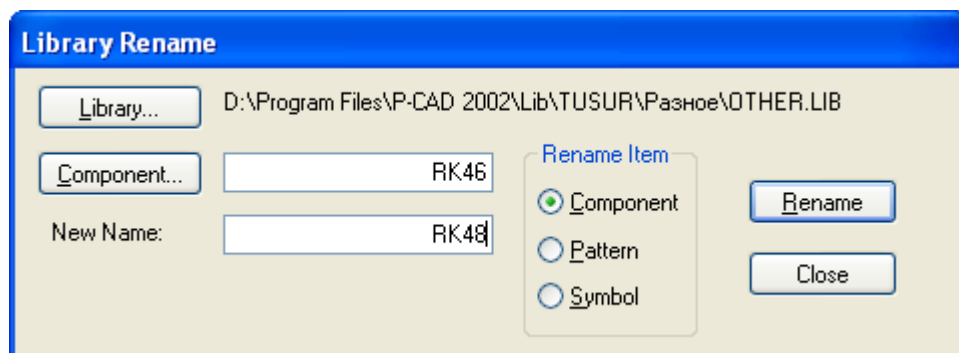

Рис. 3.16 - Диалоговое окно **Library Rename**
- 2) В появившемся диалоговом окне **Library Rename** (рис. 3.16) в рамке **Rename Item** установить с помощью флажка тип данных, которые собираемся переименовать (**Component**, **Pattern** или **Symbol**).